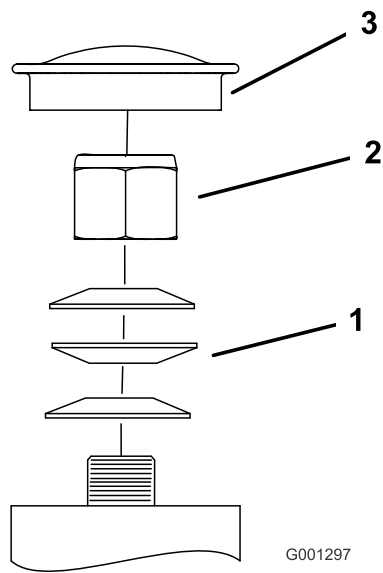

Figure 65
3. Retirez le couvre-moyeu de la roue pivotante et serrez le contre-écrou (Figure 65).
4. Continuez de serrer le contre-écrou jusqu'à ce que les rondelles élastiques soient aplaties, puis desserrez-le d'un quart de tour pour obtenir la précharge correcte des roulements (Figure 65).
**Important:** Veillez à placer les rondelles élastiques comme montré à la Figure 65.
5. Reposez le couvre-moyeu (Figure 65).